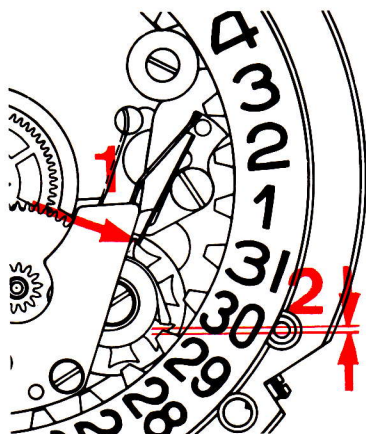

Fig. 9
Cada tres horas, el dedo de arrastre solidario de la rueda de minutería hace avanzar un diente de la rueda de arrastre del indicador de fecha. Más o menos media hora antes del cambio de fecha (fig. 9), el dedo de despeje montado sobre la rueda de arrastre toca el muelle de despeje solidario del muelle flexible (1). En ese momento, el muelle de arrastre no toca todavía el diente del indicador (2).